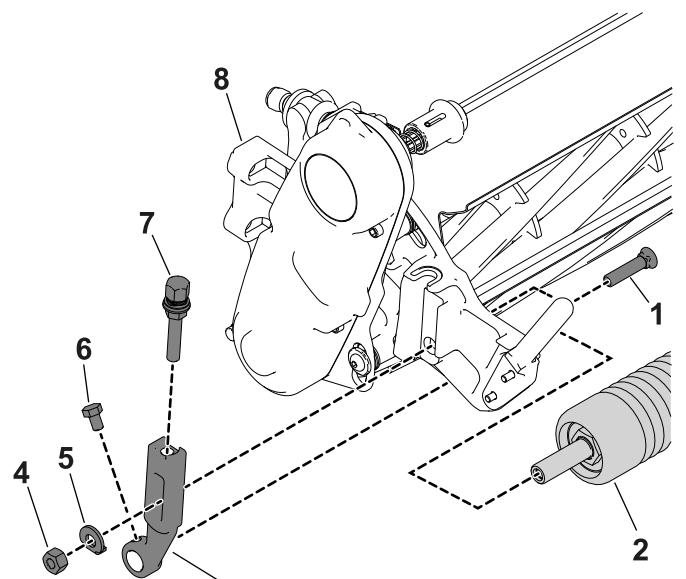

Bild 2
1. Lockern Sie die Befestigungsschrauben am Mähwerk, mit denen jedes Ende der Frontrolle an den Schnitthöhenarmen befestigt ist (Bild 2).
2. Entfernen Sie die Senkschrauben, Scheiben und Sicherungsmuttern, mit denen die Schnitthöhenarme an jedem Ende der Schneideeinheit befestigt sind (Bild 2). Entfernen Sie die Schnitthöhenarme und die Rolle.